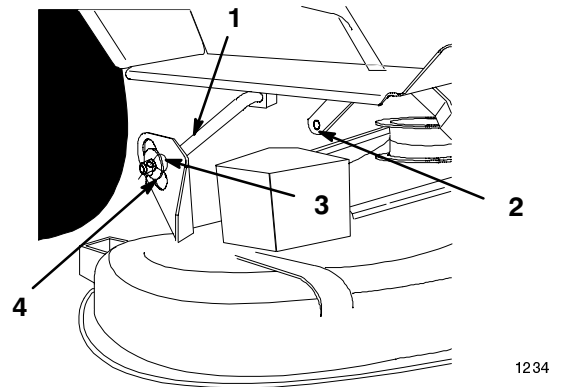

Bild 16
5. Entfernen Sie den 2-9/16"-Splint und die 3/8"-Scheibe von der hinteren Hubverbindung und entfernen diese vom Zubehörhub (Bild 16).
6. Entfernen Sie die (2) 3-3/8"-Splints und (2) 3/4"-Scheiben von den hinteren Hubarmen (Bild 16).
7. Schieben Sie das Schneidwerk nach rechts, d.h. von den hinteren Hubarmen ab (Bild 16).